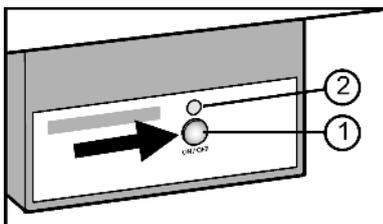

Fig. 18
- ▶ Premere il tasto On/Off Fig. 18 (1) finché si illumina il LED Fig. 18 (2).